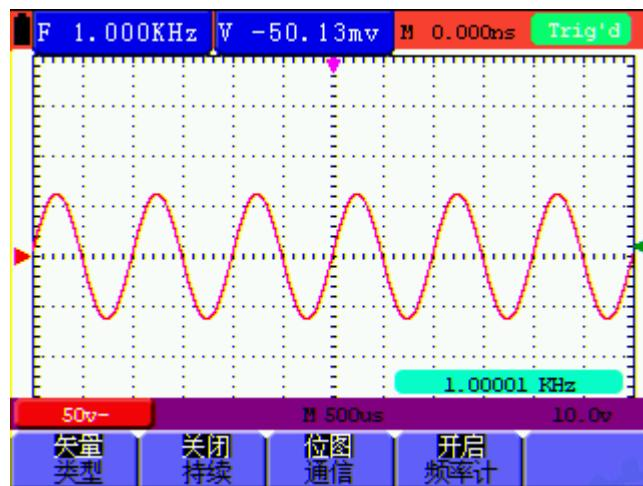

图 41 开启频率计功能
3. 按 F4 键，可以打开或关闭频率计。如图 41 所示。